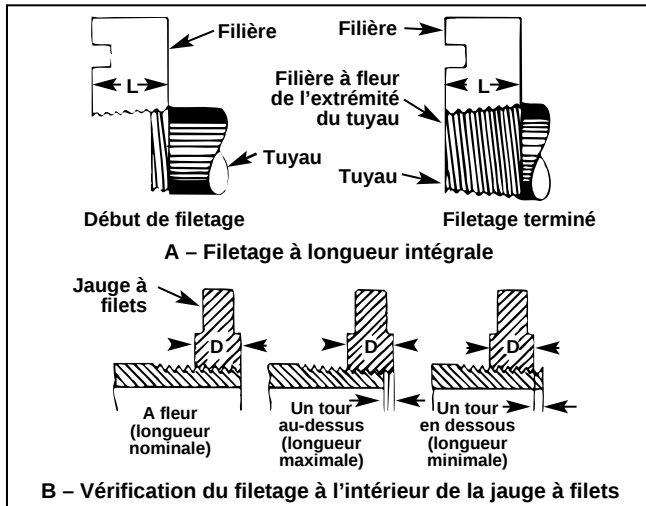

Figure 12 – Vérification de la longueur des filetages
Vérification de la longueur des filetages (Figure 12)
1. La longueur des filetages sera correcte lorsque l'extrémité du tuyau arrive à fleur de l'arrêt des filières (Figure 12).
- La tête de filière peut être réglée de manière à obtenir le diamètre de filets nécessaire. Si possible, contrôlez les filets à l'aide d'une jauge à filets (*Figure 12*). Le filetage est correct lorsque l'extrémité du tuyau se trouve à plus ou moins un tour d'être à fleur de la surface de la jauge à filets.